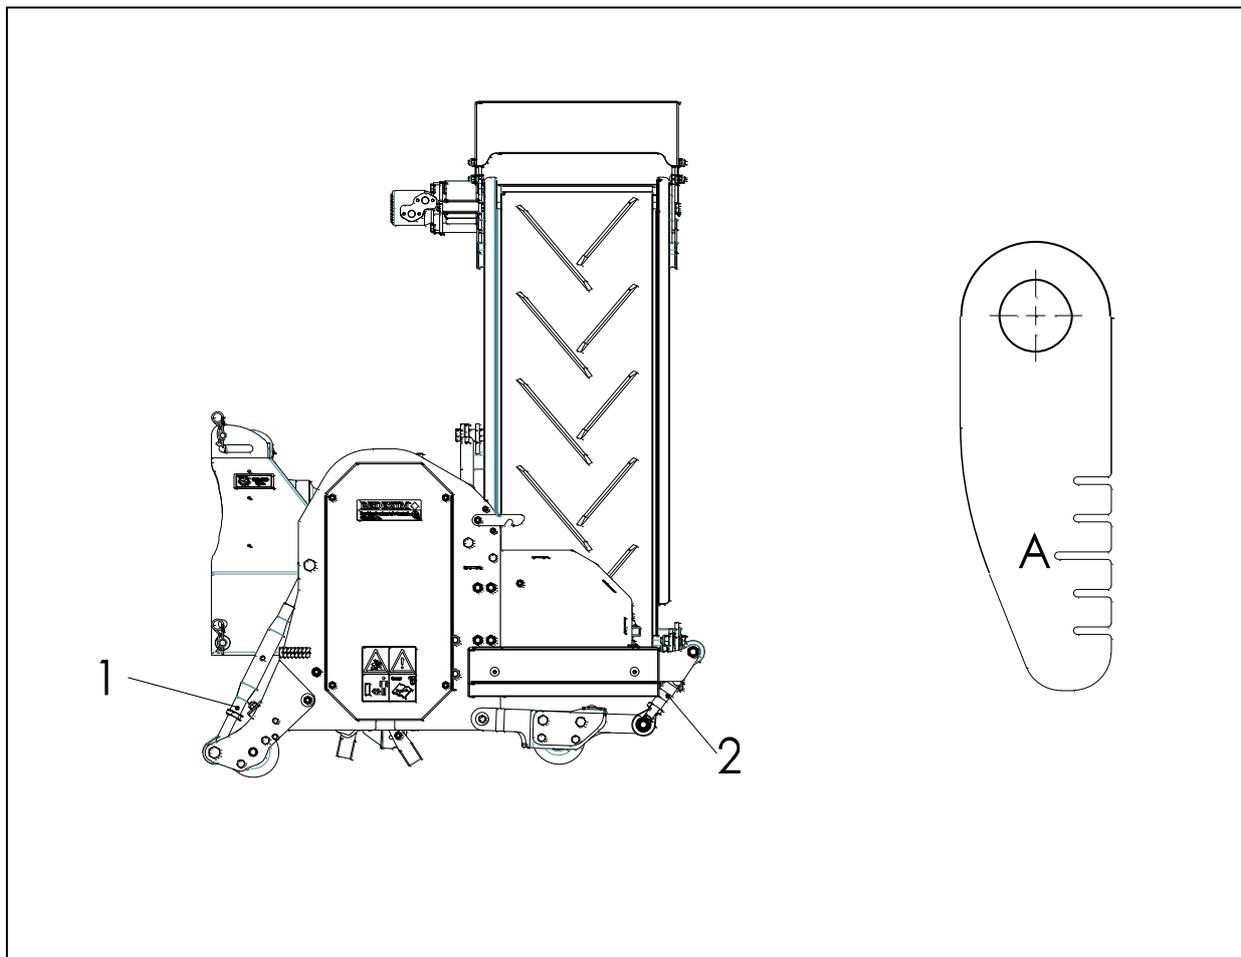

Fig.11
1. Réglez les broches arrière 2 dans la position correcte (A.) ; utilisez à cet effet l'indicateur (voir fig.11) et bloquez celles-ci en serrant le contre-écrou.